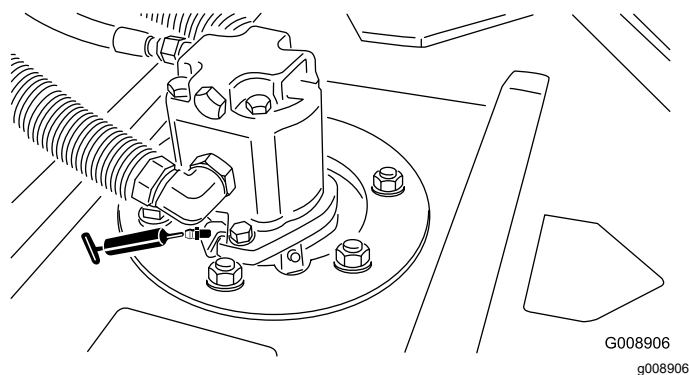

Рисунок 41
- Подшипники шпинделя режущего блока (по 2 шт. на режущий блок) (Рисунок 41)